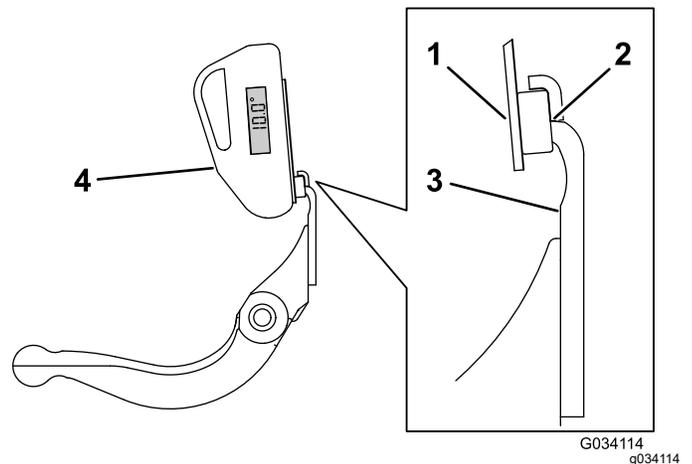

Figura 26
3. Coloque a montagem do indicador de ângulo na extremidade da lâmina de corte para que a extremidade do ímã fique alinhada com a extremidade da lâmina de corte (Figura 26).
4. Coloque o indicador de ângulo na montagem, como se mostra na Figura 26.